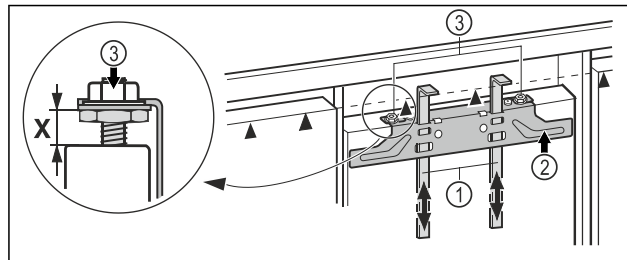

Fig. 18
- Spingere verso l'alto gli ausili di montaggio Fig. 18 (1) all'altezza della porta del mobile. Il bordo di arresto inferiore ▲ dell'ausilio di montaggio = al bordo superiore della porta del mobile da montare.
- Svitare la traversa di fissaggio Fig. 18 (2) mediante i controdadi Fig. 18 (3).